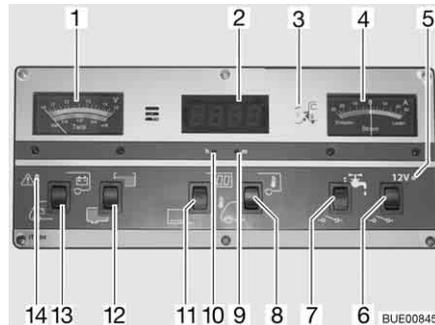

Fig. 152 Panneau de contrôle IT 994
Observer sur l'indicateur de charge/de niveau de réservoir (Fig. 152,1), la graduation supérieure. L'indicateur s'éclaire automatiquement dès qu'un commutateur est actionné.
- Commutateur à bascule (Fig. 152,13) vers le bas : La tension de la batterie de démarrage est affichée.
- Commutateur à bascule (Fig. 152,13) vers le haut : La tension de la batterie de cellule est affichée.
Observer sur l'indicateur de charge/de niveau de réservoir (Fig. 152,1) la graduation inférieure. L'indicateur s'éclaire automatiquement dès qu'un commutateur est actionné.
- Commutateur à bascule (Fig. 152,12) vers le haut : Le niveau du réservoir d'eau est affiché.
- Commutateur à bascule (Fig. 152,12) vers le bas : Le niveau du réservoir d'eaux usées est affiché.
Le voyant d'alerte rouge ALARME (Fig. 152,14) clignote dès que la charge de la batterie de cellule descend en dessous de 11 V (mesurée en marche) et qu'il y a risque de décharge profonde des batteries.
- Commutateur à bascule (Fig. 152,11) vers le haut : L'affichage de l'horloge numérique est activé. L'affichage de température est en ordre de marche.
- Commutateur à bascule (Fig. 152,11) vers le bas : L'affichage de l'horloge numérique et l'affichage de température sont désactivés.
- Appuyer avec un objet fin, p. ex. l'extrémité d'un stylo à bille, sur l'orifice pour l'affichage des heures (Fig. 152,10) jusqu'à ce que l'indication des heures souhaitée s'affiche.
- Appuyer avec un objet fin, p. ex. l'extrémité d'un stylo à bille, sur l'orifice pour l'affichage des minutes (Fig. 152,9) jusqu'à ce que l'indication des minutes souhaitée s'affiche.
- Commutateur à bascule (Fig. 152,8) vers le haut : La température intérieure s'affiche.
- Commutateur à bascule (Fig. 152,8) vers le bas : La température extérieure s'affiche.
Cet indicateur (Fig. 152,4) permet de visualiser en permanence le flux de courant actuel de la batterie. L'indicateur s'éclaire automatiquement dès qu'un commutateur est actionné.
L'interrupteur principal 12 V (Fig. 152,6) établit ou coupe le panneau de contrôle et l'alimentation 12 V de la cellule.
Mise en marche : ■ Commutateur à bascule (Fig. 152,6) vers le haut : L'alimentation 12 V de la cellule est assurée. Le voyant de contrôle (Fig. 152,5) s'allume en vert.
Mise hors service : ■ Commutateur à bascule (Fig. 152,6) vers le bas : L'alimentation 12 V de la cellule est coupée. Le voyant de contrôle (Fig. 152,5) s'éteint.
Le voyant de contrôle 12 V (Fig. 152,5) s'allume dès que l'interrupteur principal 12 V (Fig. 152,6) est enclenché.
Le voyant de contrôle jaune 230 V (Fig. 152,3) s'allume si l'arrivée du bloc électrique est sous tension de réseau.
Mise en marche : ■ Commutateur à bascule (Fig. 152,7) vers le haut : L'alimentation en eau est activée.
Mise hors service : ■ Commutateur à bascule (Fig. 152,7) vers le bas : L'alimentation en eau est désactivée.